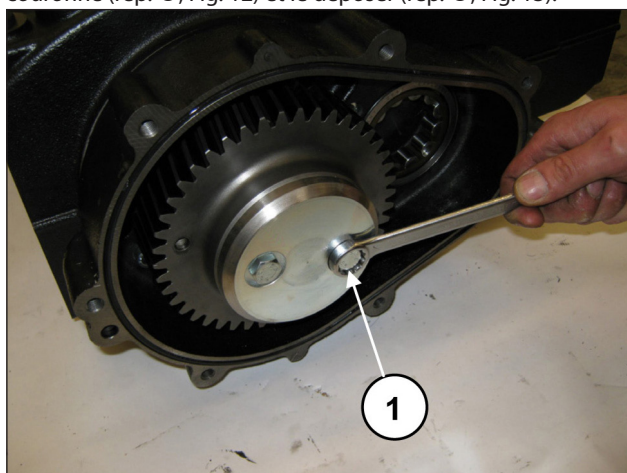
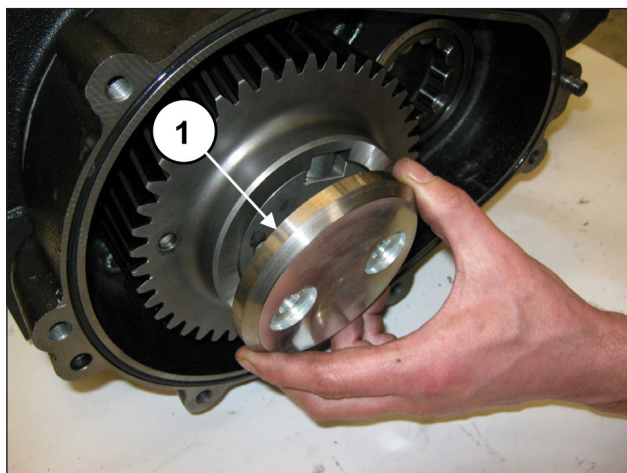

Fig. 12
Fig. 13
Dévisser les vis de fixation du dispositif de retenue de la couronne (rep. ①, Fig. 12) et le déposer (rep. ①, Fig. 13).